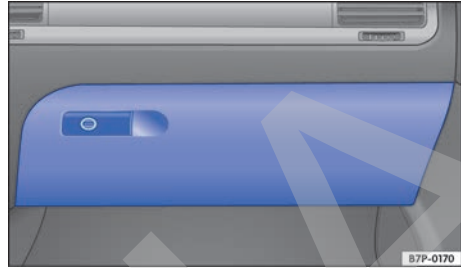

Fig. 200 En el tablero de instrumentos del lado del acompañante: guantera con cerradura desbloqueada.
- Para *abrir* la guantera, tire de la manilla → fig. 200.